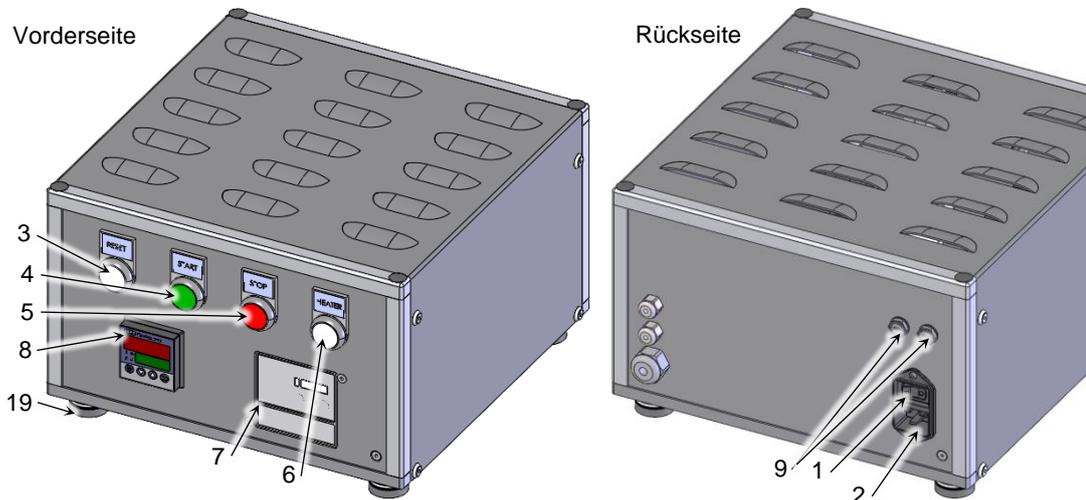

Abb. 1 Übersicht Elektronikeinheit
- Drehen Sie die 4 Rändelschrauben (19, Abb. 1) in die Gewindebohrungen an der Unterseite der Abriebprüfmaschine ein.
- Verbinden Sie die Elektronikeinheit mit der Abriebprüfmaschine (20/21/22, Abb. 1).
- Schließen Sie die Elektronikeinheit an der Netzanschlussbuchse (2, Abb. 1) mit dem Netzkabel an das Stromnetz an.
- Schalten Sie mit dem POWER Schalter (1, Abb. 1) auf der Rückseite der Elektronikeinheit ein.
Die RESET-Taste (3, Abb. 1) leuchtet weiß.
Die Walze wird durch Antippen der START-Taste (4, Abb. 1) mit verminderter Drehzahl gedreht, dass die jeweilige horizontale Markierung gut zugänglich ist.
Die Walze wird durch Antippen der START-Taste (4, Abb. 1) mit verminderter Drehzahl gedreht, bis die Stoßstelle des Prüfschmirgelbogens gut zugänglich ist.